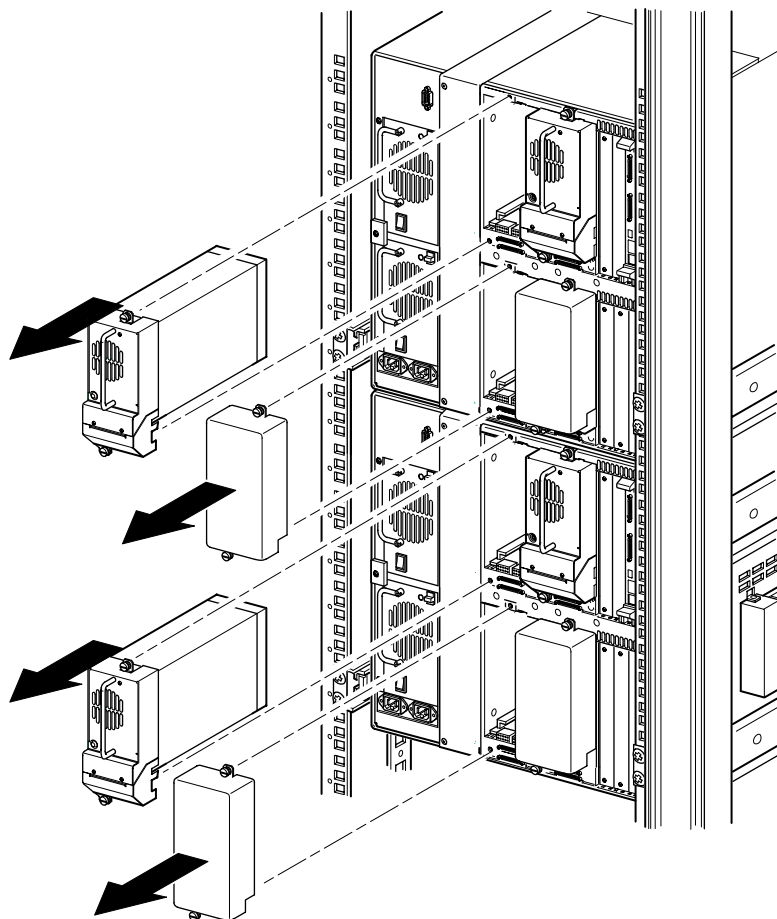

図2-11: ドライブベイ1および3へのアクセス (MSL5052/MSL5060)
2. 各ライブラリのPTMカバー プレートの開口部に隣接するベイから、ブランク パネルまたはドライブシュー アセンブリ1および3を取り外します (図2-11を参照)。